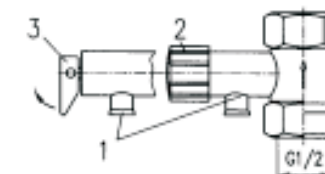

Рис. 4 Предохранительный клапан
- Проверьте работоспособность предохранительного клапана, повернув его рычаг на лево Рис. 4. Из дренажного отверстия 1 должна потечь вода. После проверки верните рычаг клапана в прежнее положение.